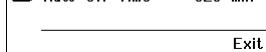

Fig. 9
2. Seleccionar el punto de menú mediante el selector giratorio (7). El punto seleccionado aparecerá sobre un fondo negro (p. ej. "Standby Temp.", véase la Fig. 9).